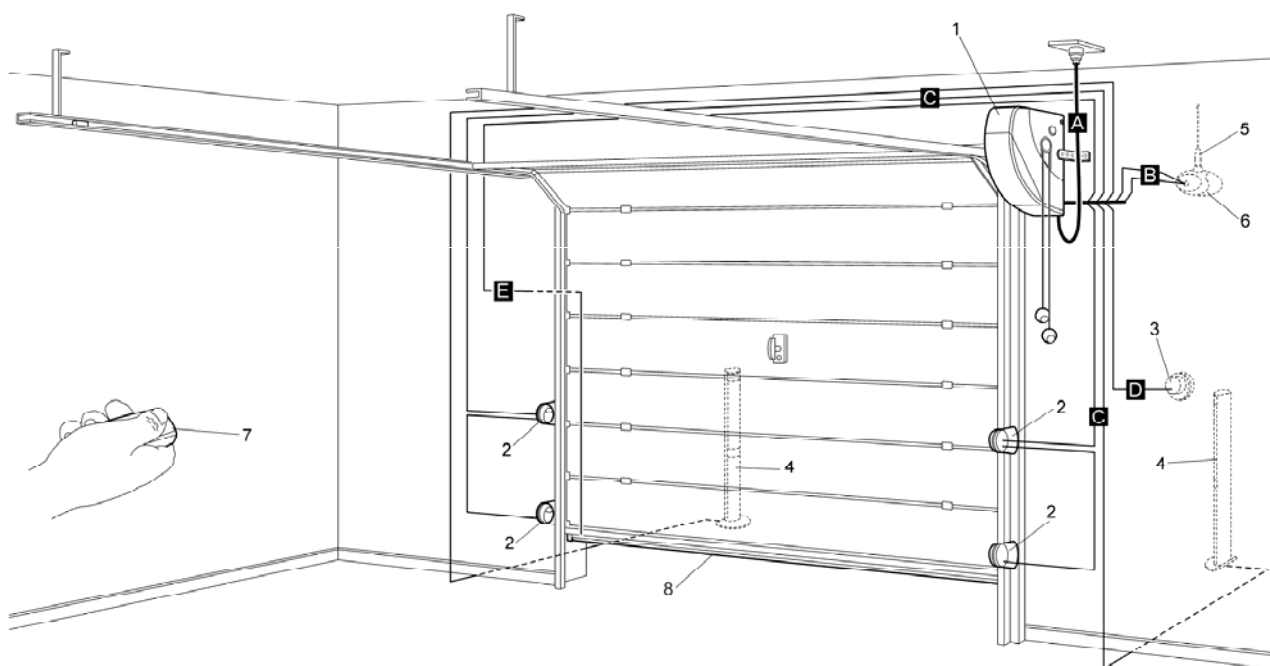

Рис. 3
4.1 СТАНДАРТНАЯ СХЕМА УСТАНОВКИ (см. Рис. 3)
Рис. 3 на рисунке изображен монтаж электродвигателя Soon. На чертеже показаны необходимые для соединения детали и кабели; они собраны по стандартной схеме.
Сборка/монтаж механических компонентов на рис.3:
Соединение электрокабелей Рис.. 3:
4.3 ПРОКЛАДКА ЭЛЕКТРОКАБЕЛЕЙ (см. Рис. 3 и Таблицу 1)
После того, как были установлены все механические компоненты, начните прокладку необходимых кабелей. Рекомендованная схема размещения компонентов и прокладка кабелей изображена на рис. 3.
ТЕХНИЧЕСКИЕ ХАРАКТЕРИСТИКИ ЭЛЕКТРОКАБЕЛЕЙ (Буквы, соответствующие кабелям, указаны также на рис. 3)